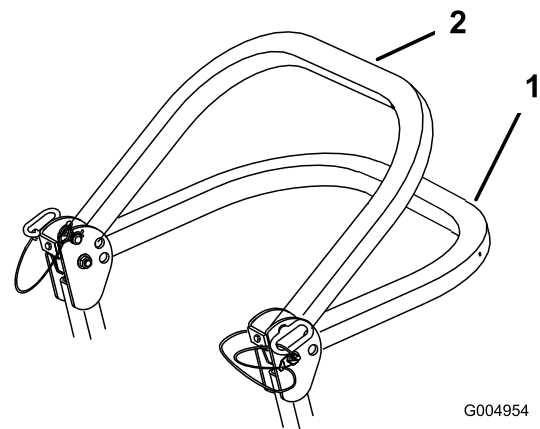

Figure 7
2. Descendez l'arceau de sécurité à la position abaissée. La position abaissée est à deux niveaux. Voir Figure 7 pour les positions.